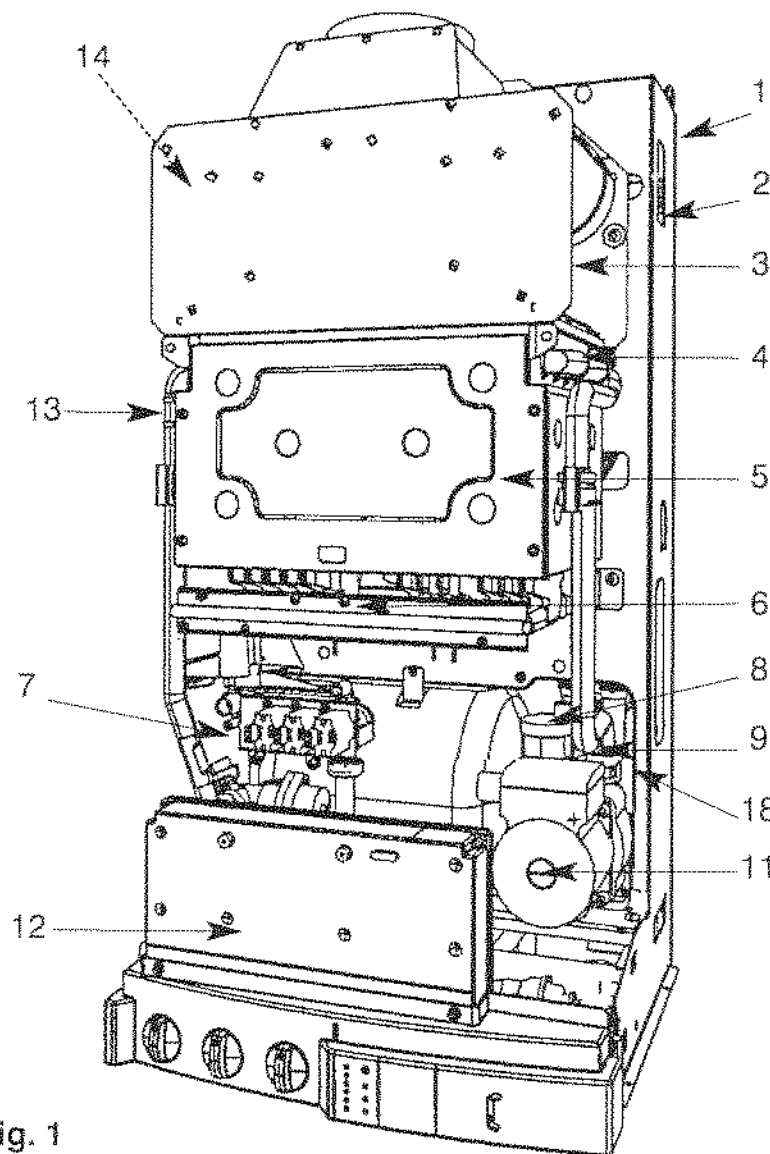

Fig. 1
1. - Châssis en tôle d'acier (fig. 1).
3. - Coupe-tirage antirefouleur (fig. 1).
4. - Echangeur principal en cuivre (fig. 1).
5. - Chambre de combustion (fig. 1).
6. - Brûleur multigaz en acier inoxydable (fig. 1) comportant :
7. - Partie gaz (fig. 1) comprenant :
8. - Purgeur automatique (fig. 1).
11. - Circulateur 2 vitesses (fig. 1).
12. - Boîtier électronique (fig. 1).
- 13. - Sécurité de surchauffe (fig. 1).
- 14. - Sécurité VMC gaz (fig. 1).
- 18. - Echangeur sanitaire à plaques en acier inoxydable (fig. 1).